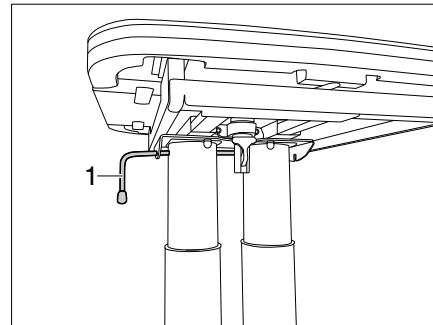

Fig. 111 Verrouiller la table
- Basculer le levier de verrouillage (Fig. 111,1) vers la gauche. Le verrouillage est ouvert.
- Basculer le levier de verrouillage (Fig. 111,1) vers la droite. La table à hauteur réglable est verrouillée.